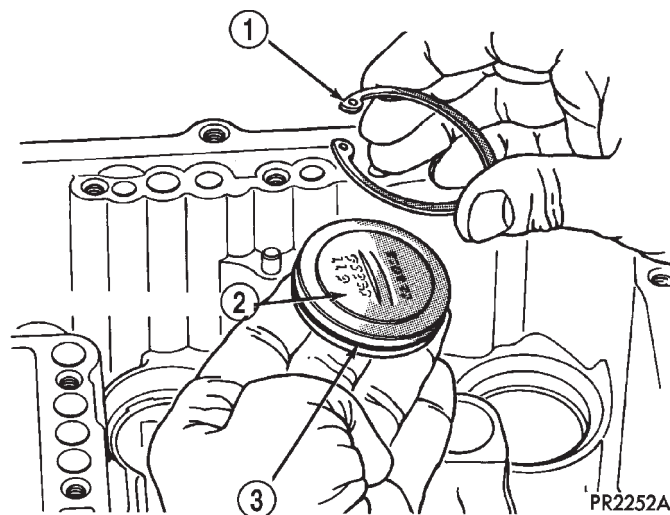

Fig. 70 Placa del acumulador y anillo de muelle
(30) Instale la placa del acumulador (Fig. 70) y coloque el anillo de muelle en la posición de instalación.